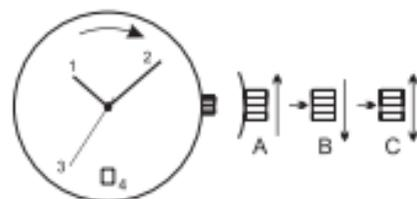

рис. 4
**MIYOTA 6T15 (рис. 4):**
**(С)** (для механизма 6T15) Положение при полностью вытянутой головке предназначается для выставления даты (4).
**Установка и корректировка времени осуществляется путем вращения заводной головки таким образом, чтобы стрелки осуществляли движение вперед (по ходу движения часовой стрелки, смотрите рис. 4).**